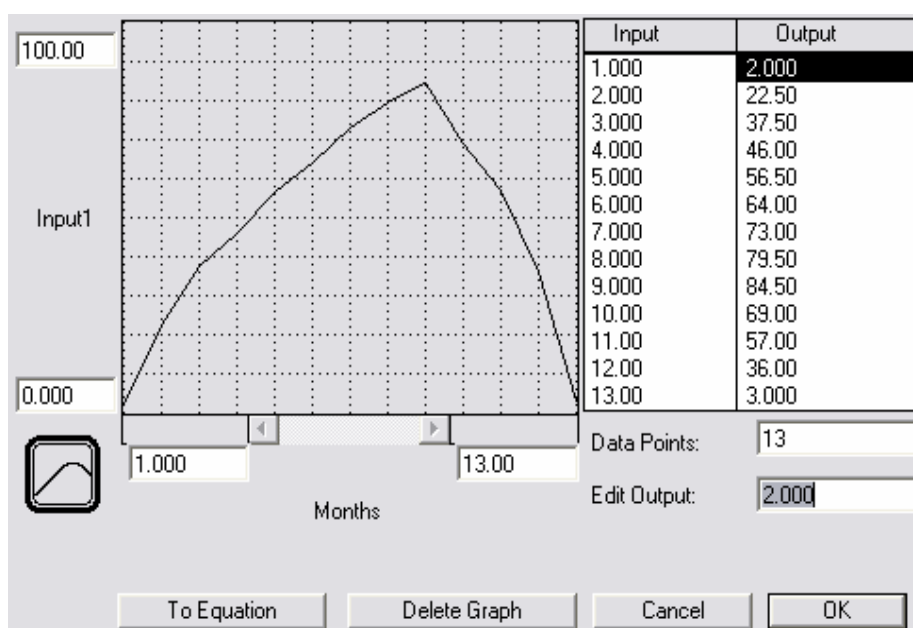

Рис.2.48
**Графическая функция** – это эскиз взаимосвязи между некоторым входным параметром (из списка **Required Inputs** или **Builtins**) и выходом. Выбираем из указанных списков входной параметр (например, функцию **TIME**, которая является временем в модельной имитации) и щелкаем по нему, он появляется в поле инициализации конвертора. Затем нажимаем на кнопку **Become Graphical Function**. Появляется диалоговое окно определения графической функции (Рис.2.48).